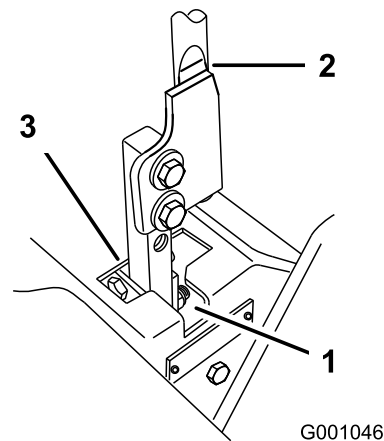

Figure 92
5. Placez le levier au point mort, sans le verrouiller (Figure 92).
6. Tirez-le ensuite en arrière jusqu'à ce que l'axe de chape (situé sur un bras sous l'axe de pivot) touche l'extrémité de l'encoche (c.-à-d. commence juste à appuyer sur le ressort), comme montré à la Figure 92.
7. Vérifiez la position du levier par rapport au cran de la console (Figure 92).